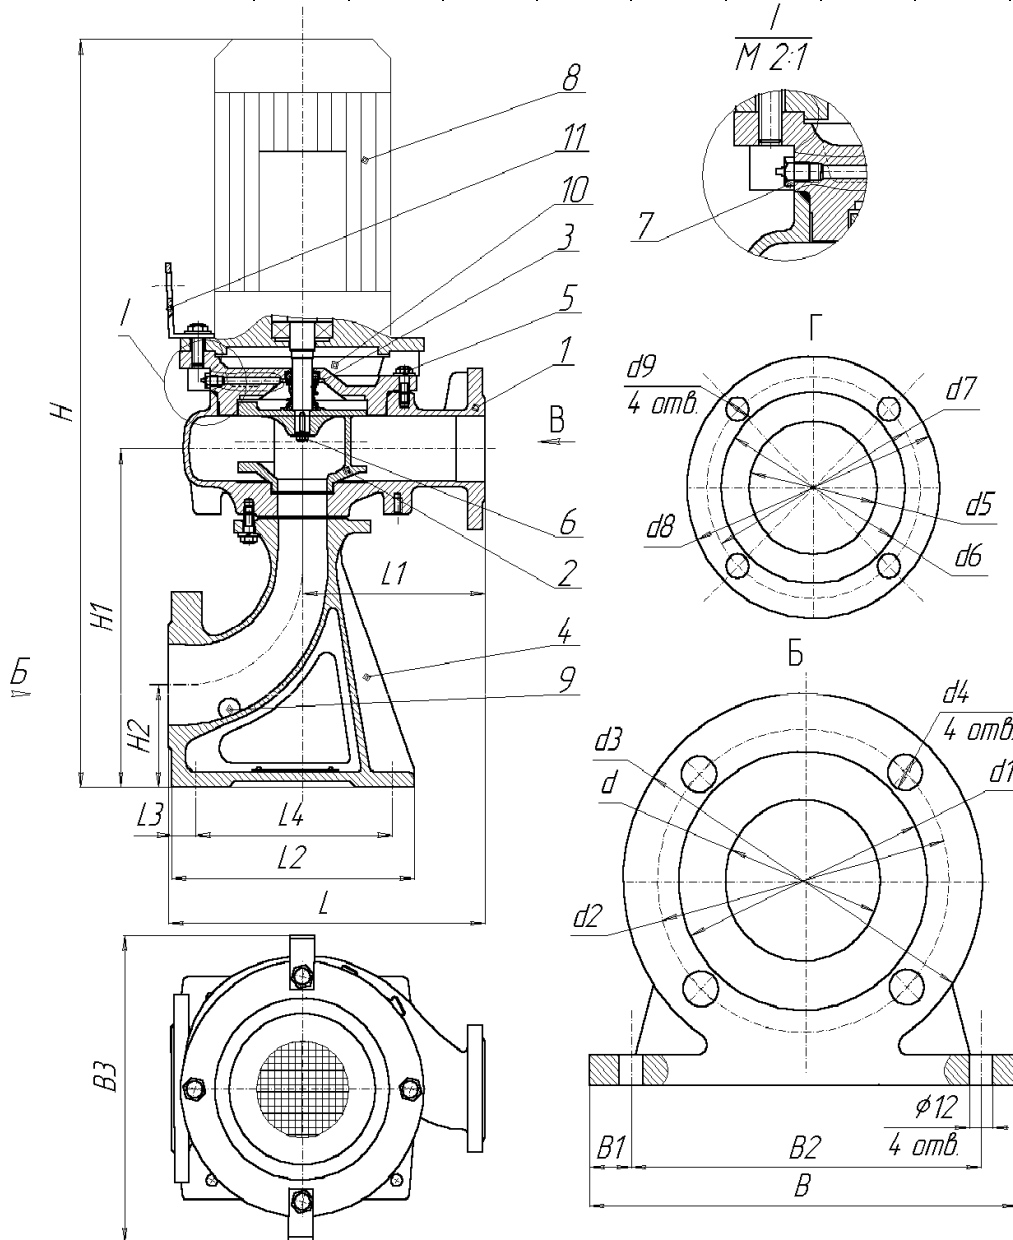

Рис. 4. Общий вид электронасоса серии Иртыш типа НФ – 300.
- 2) Отверните болты рис. 4, 5 поз. 5 крепления корпуса спирального.